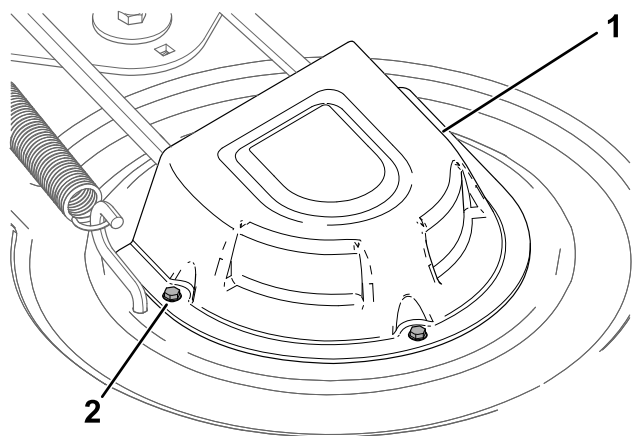

Figure 56
4. Desserrez les vis et déposez le couvercle des poulies (Figure 56).